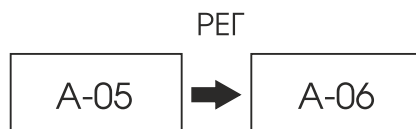

Рисунок 10. Изменение стандартной программы.
9. Для изменения стандартной программы металлодетектора удерживайте нажатой в течение 5 секунд кнопку «РЕГ». На индикаторе появится надпись «А-05» как показано на рис. 10. Используйте кнопку «РЕГ» для изменения стандартной программы (от А-05 до А-50) и кнопку «ВВОД» для сохранения выбранного значения и перехода в рабочий режим металлодетектора. Программа А-05 соответствует максимальной чувствительности металлодетектора, А-50 - минимальной.